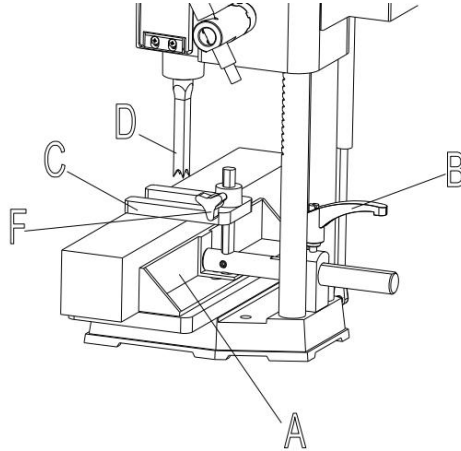

Abb. 10
Der Anschlag (A) Abb. 10 kann durch Lösen des Hebels (B) nach innen oder außen verschoben werden. Schieben Sie den Anschlag in die gewünschte Position. und Festziehen des Hebels (B). HINWEIS: Der Hebel (B) steht unter einer Feder und kann neu positioniert werden, indem man den Hebel herauszieht und ihn auf der gezahnten Mutter unter dem Hebel neu positioniert .